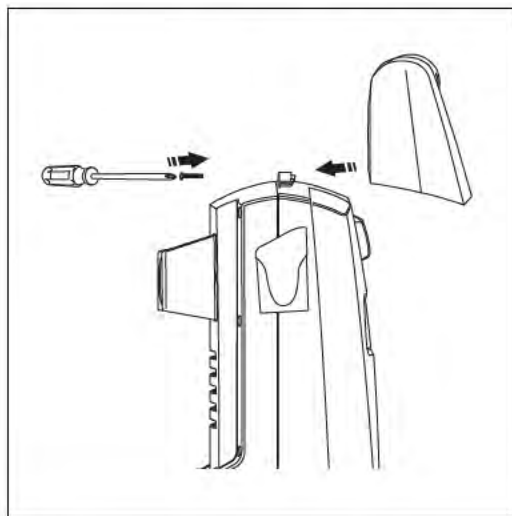

Fig. 1
- Installez la poignée à la BLUE CLEAN POWER WASHER (**Fig. 1**). Insérez les vis dans les trous prévus sur la BLUE CLEAN POWER WASHER et la poignée, vissez-les ensemble. N'utilisez pas de tournevis à moteur. Lorsque la vis est complètement serrée, continuez à tourner légèrement. Ne pas trop serrer.